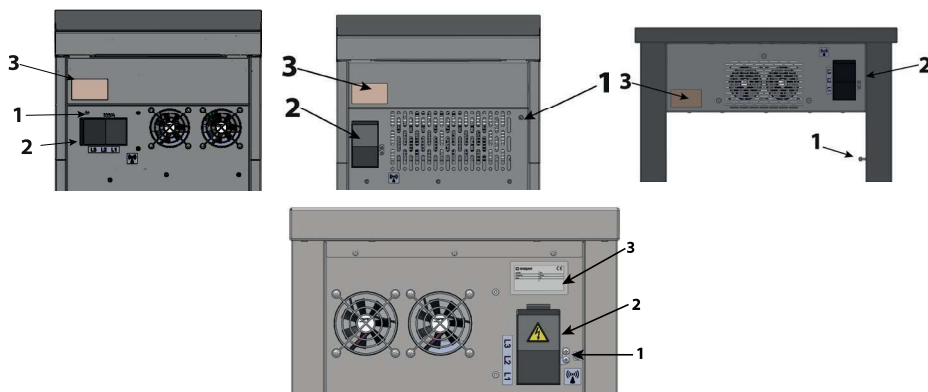

Bild 5. Ansicht des Gerätes
- Überprüfen, ob die Spannung im Energieversorgungsnetz der auf dem Leistungsschild des Gerätes angegebenen Spannung entspricht (Bild 5, Pos. 3)
- Um das Gerät an das elektrische Netz anzuschließen sollte man das Stromkabel an den Klemmkasten an der hinteren Wand des Gerätes anschließen (Bild 5, Pos. 2). **Das Stromkabel mit dem Stecker IST KEIN Teil des Sets und sollte dazugekauft werden.**
- Das Gerät sollte unbedingt an die Potentialausgleichsanlage mit Hilfe einer Potentialausgleichsschraube (Bild 5, Pos.1), die sich hinten an dem Gerät befindet, angeschlossen werden Sie ist mit folgendem Symbol gekennzeichnet: (IEC 60417-5021).